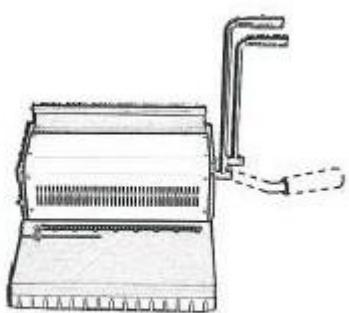

Рис.1
- D.** Опустите вниз рукоятку для перфорирования ,затем верните её в исходное Положение (смотрите рис.1)